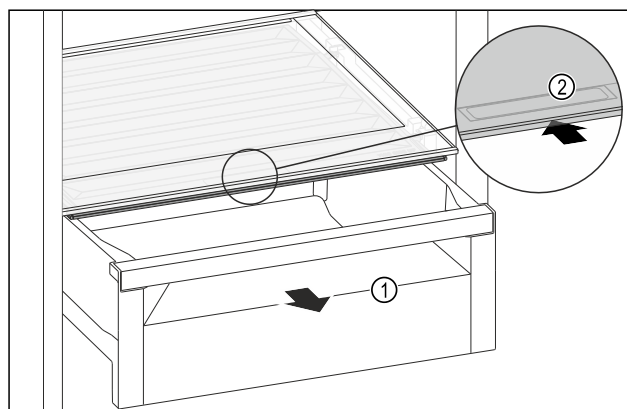

Fig. 138
- Estrarre il cassetto Fig. 138 (1).
- Afferrare la maniglia incassata Fig. 138 (2) sul coperchio dello scomparto e spingere allo stesso tempo all'indietro il coperchio dello scomparto.